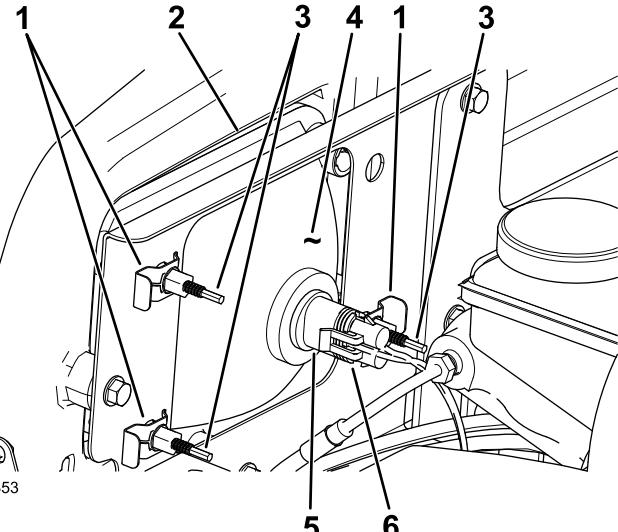

図 42
3. ランプアセンブリのコネクタから、ハーネス用のコネクタを外す 図 42。
4. ヘッドライトをヘッドライトブラケットに固定しているスピードクリップを外す 図 42。
5. ヘッドライトアセンブリ全体を前に押出して、前バンパーから外す 図 42。
6. 取り付け穴に新しいヘッドライトを取り付ける 図 42。
8. ハーネス用のコネクタを、新しいランプアセンブリのコネクタに接続する 図 42。
- ヘッドライトアセンブリの裏側部分にある調整ねじ 図 42を回してヘッドライトアセンブリの角度を変えてビームの方向を調整する。